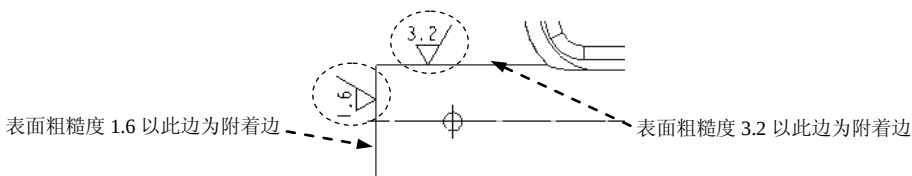

图 10.9.1 创建表面粗糙度
下面将在模型 body 的工程图中创建图 10.9.1 所示的表面粗糙度（表面光洁度），以此说明在工程图模块中创建表面粗糙度的一般操作过程。
Step4. 定义放置参照。在 **选取一个边、一个图元、一个尺寸、一曲线、曲面上的一点或一顶点** 的提示下，选取图 10.9.1 所示的边线，然后在 **输入 roughness_height 的值** 文本框中输入数值 3.2，单击  按钮；单击鼠标中键，然后在 ▾ INST ATTACH (实例依附) 菜单中选择 Done/Return (完成/返回) 命令。